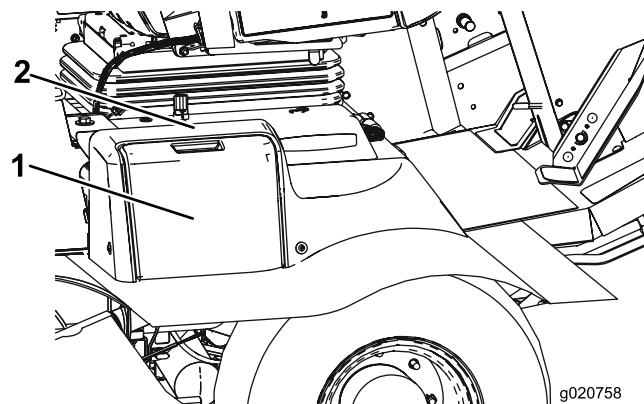

Bild 52
1. Öffnen Sie die Batterieabdeckung an der Seite der Abdeckung (Bild 52).
**Hinweis:** Üben Sie Druck auf die flache Oberfläche über der Batterieabdeckung aus, um das Entfernen der Abdeckung zu erleichtern (Bild 52).